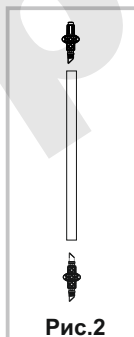

Рис.2
Размотайте магистральный шланг (1), разложите его на грядку и дайте отлежаться несколько часов. Соберите систему для 1 или 2-х грядок согласно схемам (Рис.1 или Рис.1.1) и подключите ее к водопроводу. Закрепите шланг на грядке с помощью прижимов для магистрального шланга (10). Убедитесь, что шланг не перегибается. На равном расстоянии, сделайте на шланге три отверстия с помощью шила. Вкрутите муфту для надставки удлиняющей (14), распылитель спринклерный (3) и распылитель спринклерный концевой (2) в надставку удлиняющую (5) (Рис.2)